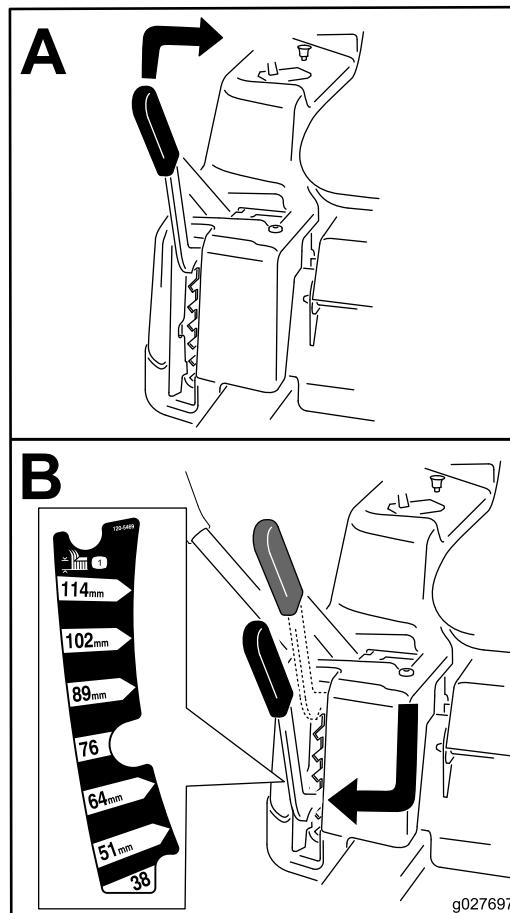

Figura 30
**Nota:** La posición de transporte es la posición de altura de corte más alta, 115 mm, según se muestra en Figura 30.